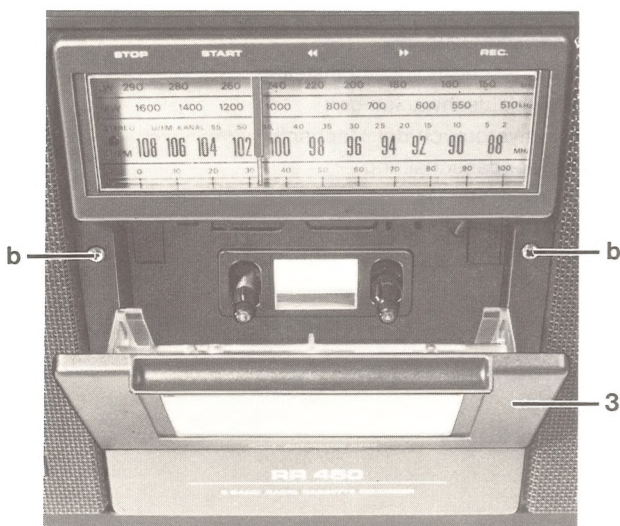

Bild 2
- Cassettendeckel 3 aufklappen, 2 Schrauben **b** (Bild 2) herausdrehen.